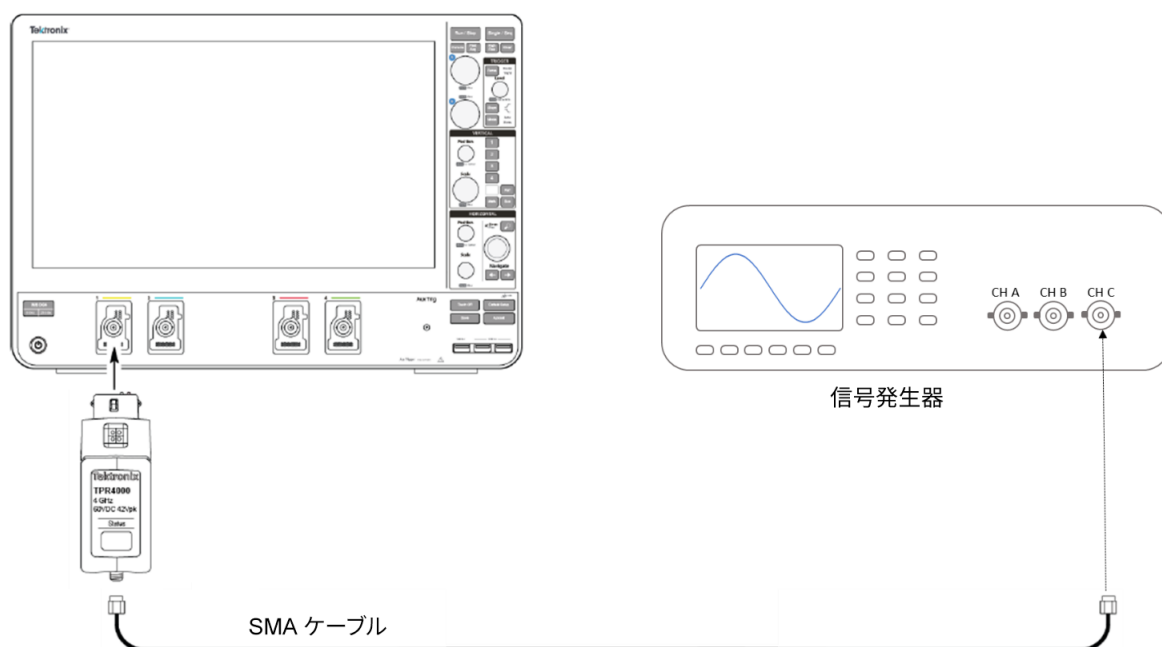

図 1: 機能チェックの接続図
1. 接続図に従って、プローブをオシロスコープおよびファンクション・ジェネレータに接続します(図 1 参照)。